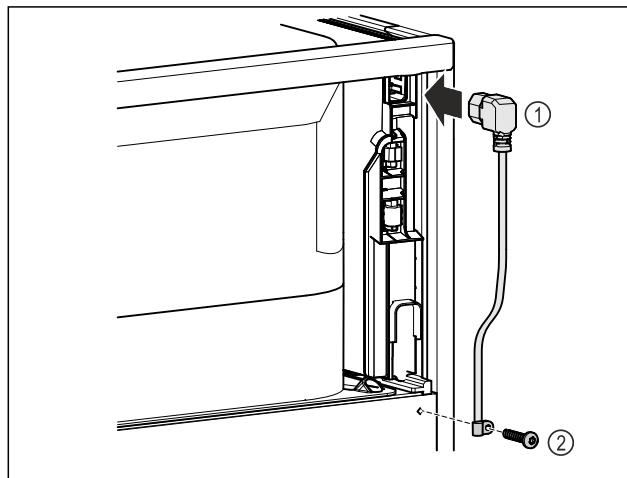

Fig. 11
- Vtičnica hladilne naprave napeljave omrežnega priključka Fig. 11 (1) na zadnji strani naprave.
- Namestite element za sproščanje napetosti. Fig. 11 (2)